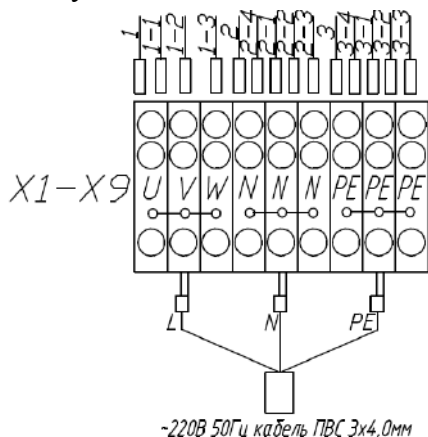
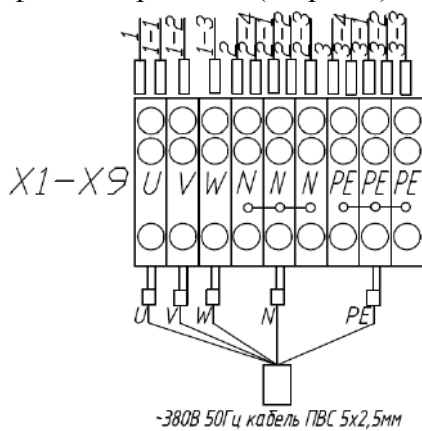

Рис.2 Подключение к однофазной сети
Рис.3 Подключение к трехфазной сети
4.4. В состоянии поставки станция подготовлена для подключения к однофазной сети 220В (см.рис.2). Для подключения к трехфазной сети 380В необходимо предварительно снять перемычку с клемм для подключения фазных проводов (см.рис.3)